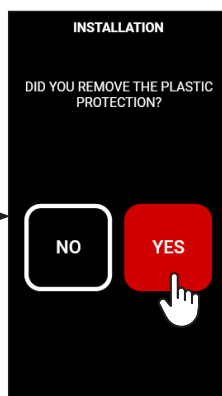

fig.10
- Confirmar a mensagem no ecrã clicando em "SIM" (só após remover a proteção de plástico) (fig.10);